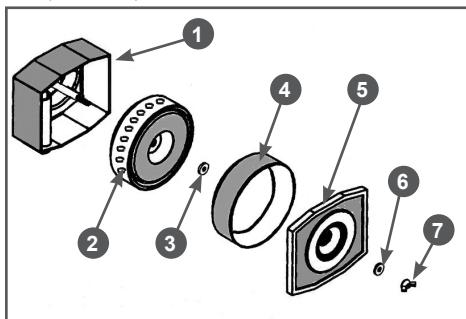

Рис. 22 Обслуживание воздушного фильтра
- Открутите барашковую гайку 7 и снимите крышку 5 воздушного фильтра (Рис. 22).
- Проверьте целостность и чистоту воздушного фильтра. Воздушный фильтр состоит из двух фильтрующих элементов (Рис. 22):
Новый воздушный фильтр поставляется без виброзоляционной втулки 3 (Рис. 22). При замене воздушного фильтра необходимо виброзоляционную втулку переставить со старого воздушного фильтра в новый воздушный фильтр.